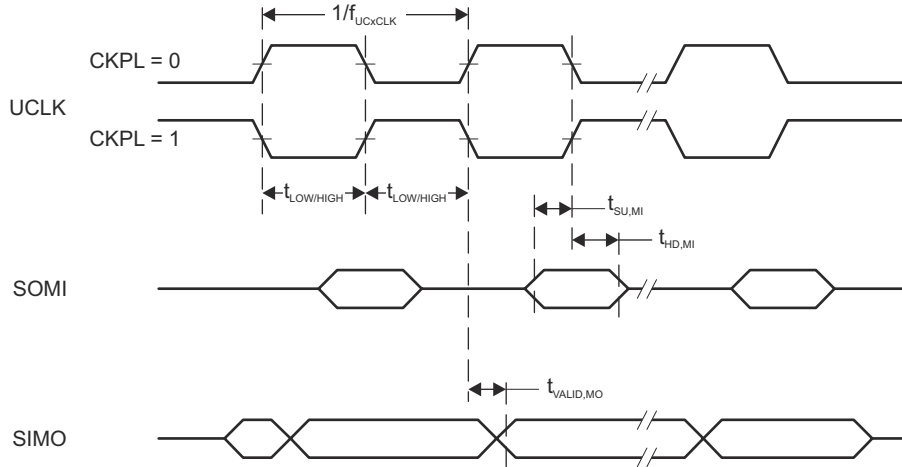
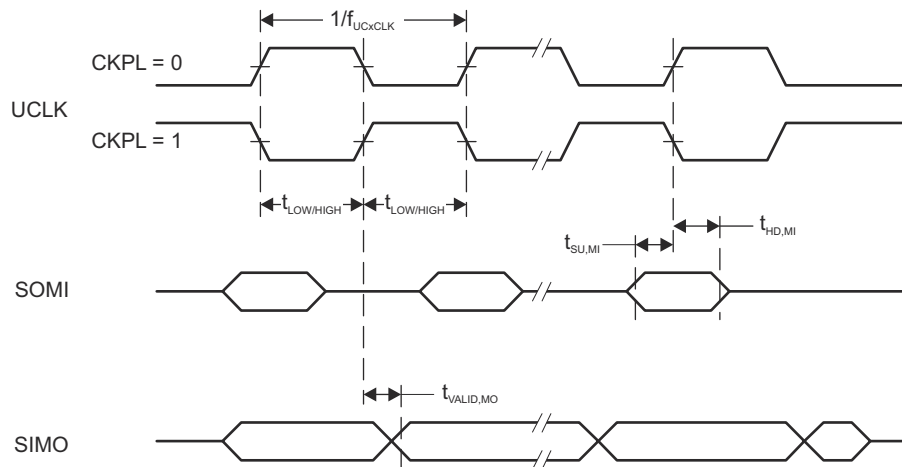

图 8-10. SPI 主控模式，CKPH = 0
图 8-11. SPI 主控模式，CKPH = 1
(2) 指定输出更改 UCLK 时钟边沿后将下一有效数据驱动到 SIMO 输出的时间。请参阅图 8-10 和图 8-11 中的时序图。
(3) 指定输出更改 UCLK 脉冲边沿后 SIMO 输出上的数据的有效时长。负值表示 SIMO 输出上的数据可能在 UCLK 上观察到输出更改时钟边沿前变为无效状态。请参阅图 8-10 和图 8-11 中的时序图。